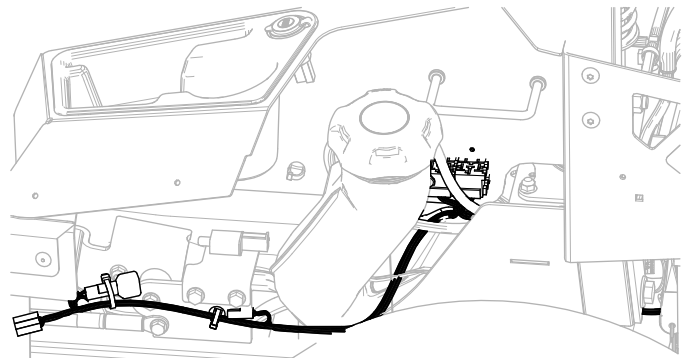

Bild 13
2. Verlegen Sie den Kabelbaum (**Bild 13**) entlang der linken Seite des Rahmens durch die in Schritt 1 installierte Druckbefestigung.